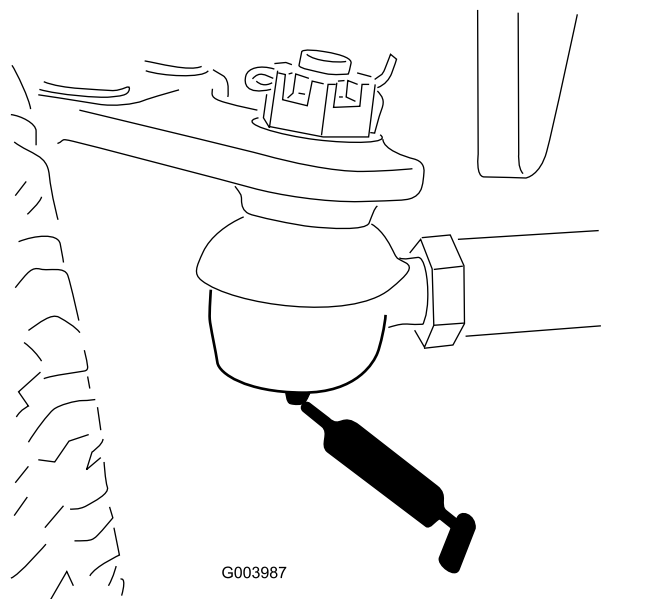

Рисунок 74
- Тяги заднего моста (2 шт.) (Рисунок 74)